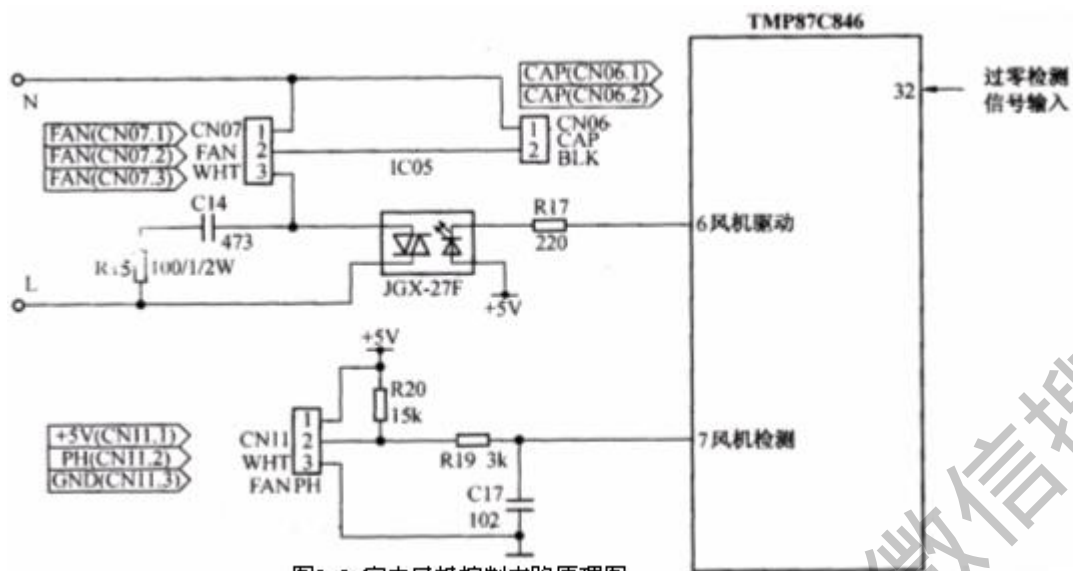

图2-9 室内风机控制电路原理图
室内风机控制电路原理如图 2-9 所示，通过交流电零点的检测，风机驱动（即芯片的⑥脚）延时输出一低电平，使可控硅导通，通过控制导通角改变施加在风机上的电源电压，就可以对室内风机进行调速。通过风机转速的反馈（即芯片⑦脚）检测风机运转的状态，以便准确地控制室内风机的风速。